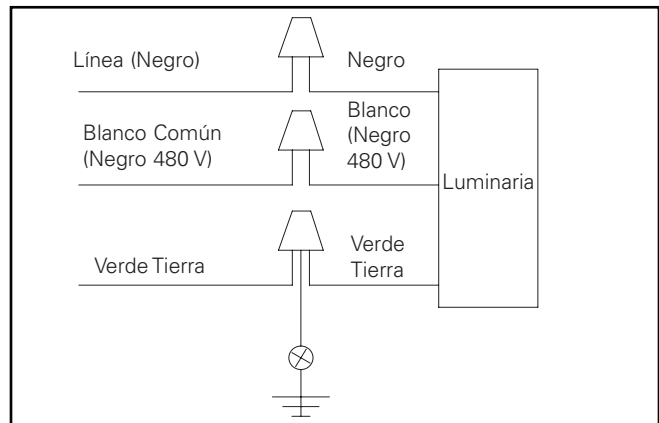

Figura 4.
4. Conecte los cables en el interior del brazo de montaje. Consulte el diagrama de cableado para conocer las conexiones de la alimentación. Conecte los cables de alimentación a los conectores adecuados de la luminaria: (Figura 4.)
7. Conecte los cables en el interior de la luminaria. Consulte el diagrama de cableado para conocer las conexiones de la alimentación. Conecte los cables de alimentación a los conectores adecuados de la luminaria: (Figura 4.)